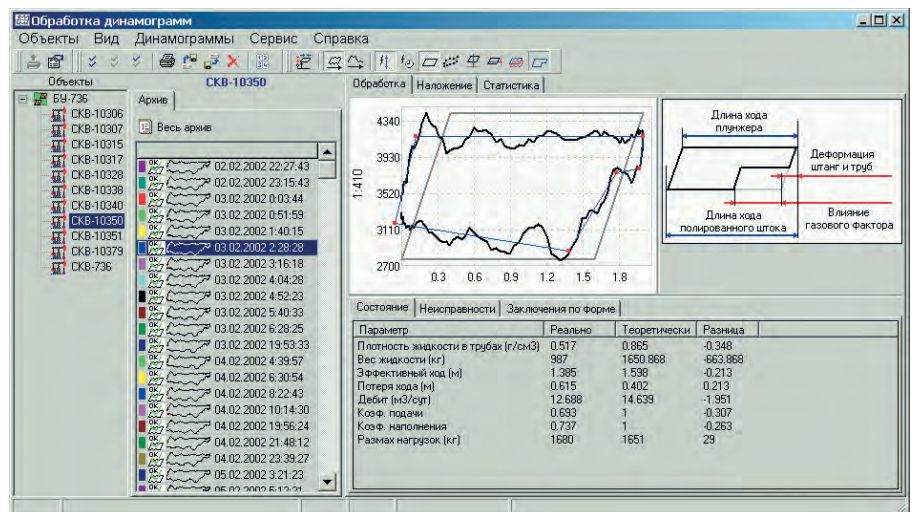

Рис. 6. Окно обработки динамограмм
- расчет неисправностей насосного оборудования по динамограммам позволяет прогнозировать очередность ремонтных и профилактических работ на скважинах, формировать список аварийных скважин, оптимизировать работу оборудования скважин в целом (рис. 6);